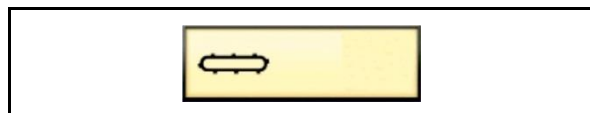

Fig. 142
- Schalten Sie den Wippschalter (1) zurück in die Neutralstellung.
- Das Quer-Förderband stoppt. Gleichzeitig erscheint im Terminal das Symbol „Quer-Förderband Stopp“ (Fig. 142).